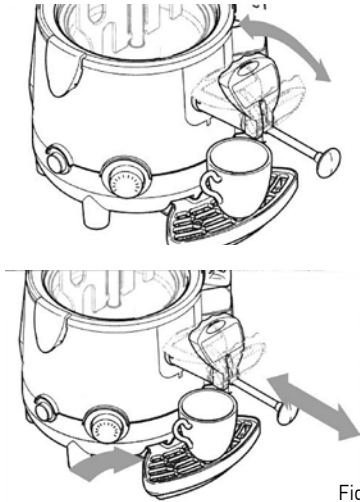

Fig. 1
- Als de warme chocolademelk te langzaam stroomt, wordt aanbevolen de hendel zo ver mogelijk naar buiten te trekken; eventuele verstoppingen in de afgiftelijn kunnen verwijderd worden door de staaf heen en weer te schuiven terwijl u het apparaat op zijn plaats houdt, zoals getoond in Fig.1